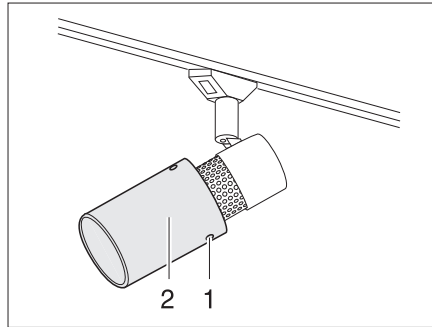

Fig. 166 Foco halógeno
- Soltar los tornillos de fijación (Fig. 166,1).
- Retirar la copa de la lámpara (Fig. 166,2) cuidadosamente de la sujeción.